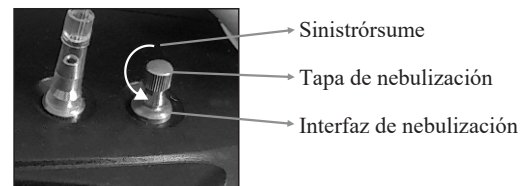

Figura 7: Nebulización
- Tire de la tapa hacia arriba, en la interfaz del nebulizador nebulización (Figura 7)